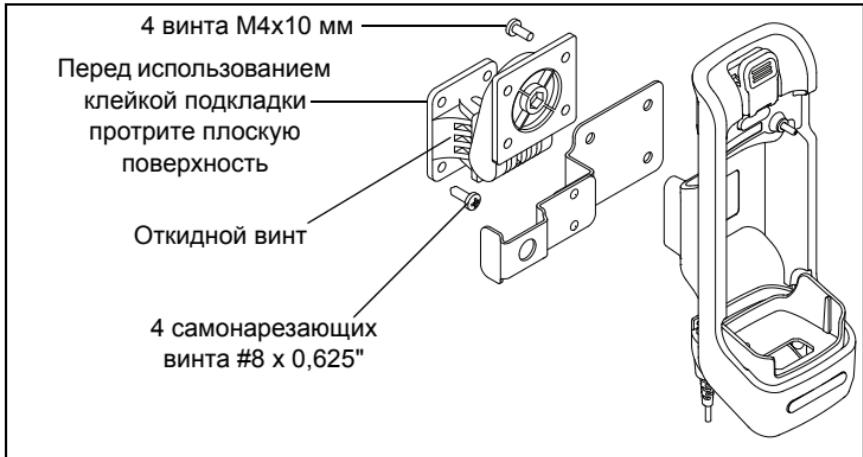

Рис. 1: Автомобильная базовая станция, скобу RSM и монтажный кронштейн
При установке автомобильной базовой станции выполните следующие действия или адаптируйте их для конкретного транспортного средства. См. Рис. 1 выше.
5. Закрепите базовую станцию на второй половине кронштейна при помощи четырех винтов M4x10 мм. Скобу RSM можно закрепить между двумя половинами кронштейна или установить отдельно, как показано на Рис. 1.